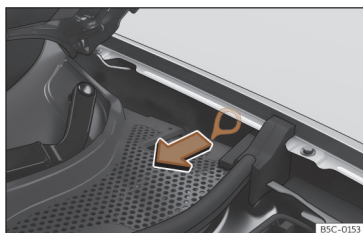

Fig. 64 Entre a lateral esquerda e a dobradiça do capô do motor Puxador para o desbloqueio manual de emergência do conector de carregamento.
O puxador para o desbloqueio manual de emergência encontra-se no lado esquerdo do compartimento do motor, por cima da tomada de carregamento >>> Fig. 64.
- Puxe a alavanca >>> Fig. 64.